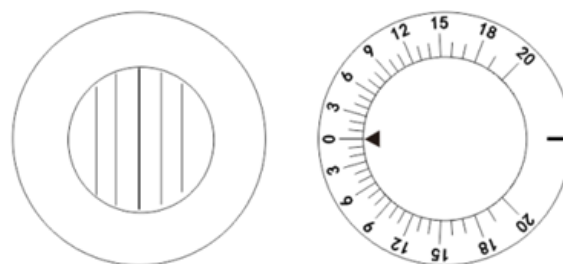
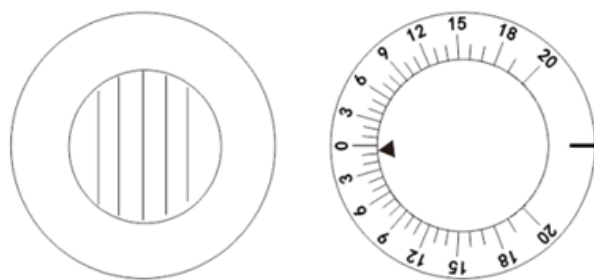

Figura 48
Figura 49
B. Luego mida la foria vertical. Como se muestra en la figura 48, gire la perilla de la lente auxiliar ②1 y establezca MR_{RV} para el ojo derecho. Gire la lente del prisma de rotación ①2 para colocar el ojo izquierdo en posición horizontal. Ahora Testee puede ver la línea horizontal roja con el ojo derecho y el punto de luz con el ojo izquierdo. Luego, usando el mismo procedimiento de a, pregúntele a Testee cuándo puede ver la línea roja y el punto de luz reunirse mientras gira la perilla de rotación de la lente del prisma ①1. Cuando se muestra como la figura 49, Testee informa que se encuentran, es 0.5, por debajo de 0. lo que indica que el ojo izquierdo es $0.5\Delta D$, llamado heteroforia hacia arriba de 0.5Δ .